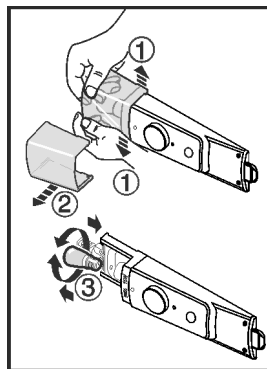

Fig. 10
- ▶ Extindeți apărătoarea lămpii dinspre interior, conform figurii, în partea din față Fig. 10 (1) și extrageți-o în lateral Fig. 10 (2).
- ▶ Înlăcați lampa. Fig. 10 (3)